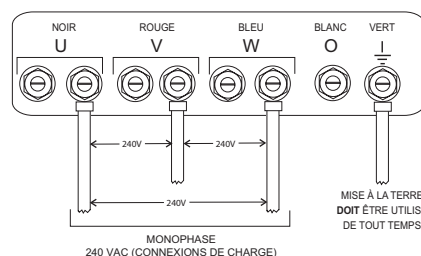

Figure 19. Bornes UVWO Connexions monophasées 240 volts
2. Connectez les fils de charge aux bornes UVWO comme indiqué dans la Figure 19.